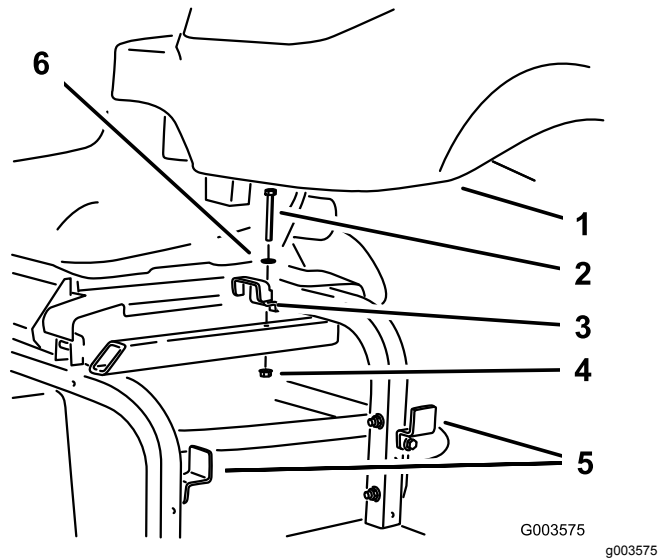

Figure 8
9. Déposez le support supérieur du réservoir hydraulique sur le cadre de la machine et desserrez les 2 supports sur le côté du cadre (Figure 8). Déposez le réservoir et mettez les fixations de côté.